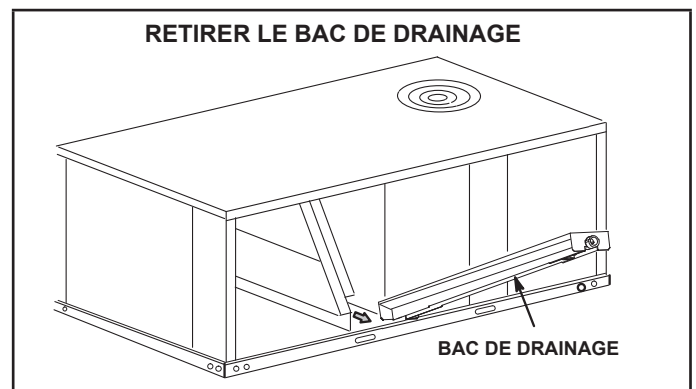

FIGURE 11
- 2 - Soulevez le bord avant du bac de drainage et faites glisser le bac hors de l'unité. Reportez-vous à la FIGURE 11.